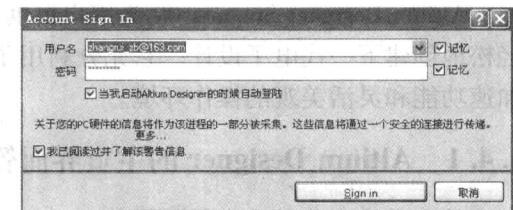
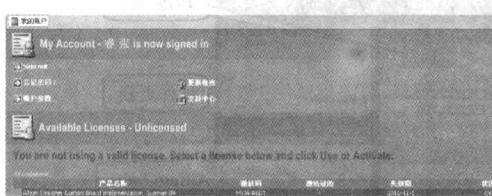

图 1-10 ‘Account Sign In’ 对话框
图 1-11 登录账户 (Unlicensed)
2) 启动后即进入“My Account”（我的账户）窗口，此时显示状态为“not signed in”（未登录）。单击“Sign In”选项，系统弹出如图 1-10 所示的“Account Sign In”对话框。输入“用户名”和“密码”后，单击  按钮，即可登录自己的账户，如图 1-11 所示。